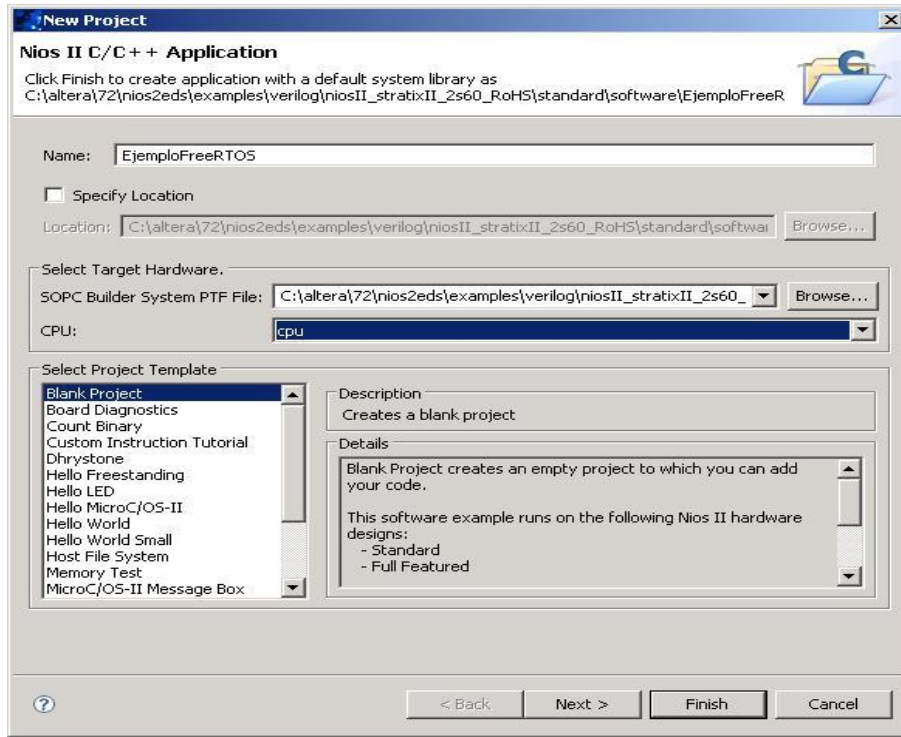

Figura C31 Creacion nuevo proyecto
6. Luego click en finish, ver figura Figura C31